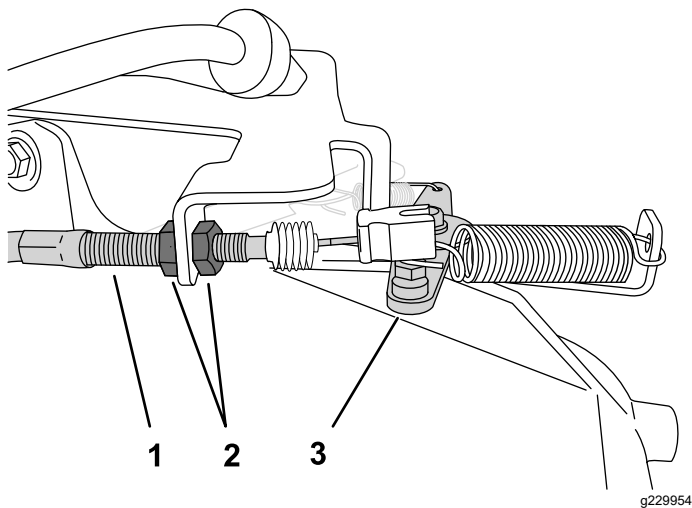

图 41
2. 在油门拉索外壳上拧松前锁紧螺母的同时拧紧后锁紧螺母可增大低怠速 图 41。